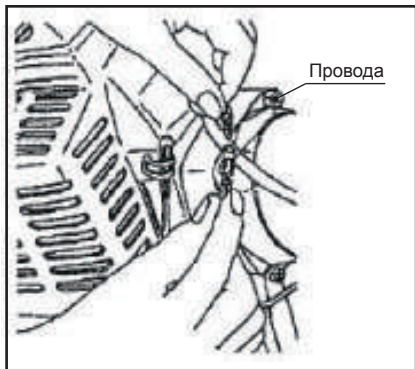

Рис.3
3) Подключение электропроводки (Рис.3)